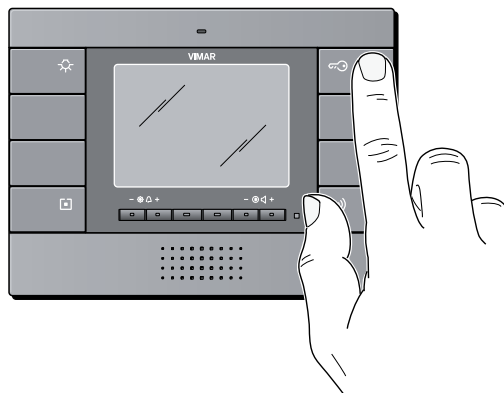

Figura 12
- Pulsar y mantener pulsada, durante 5 segundos, la **tecla B** (función abrepuertas) (figura 12).